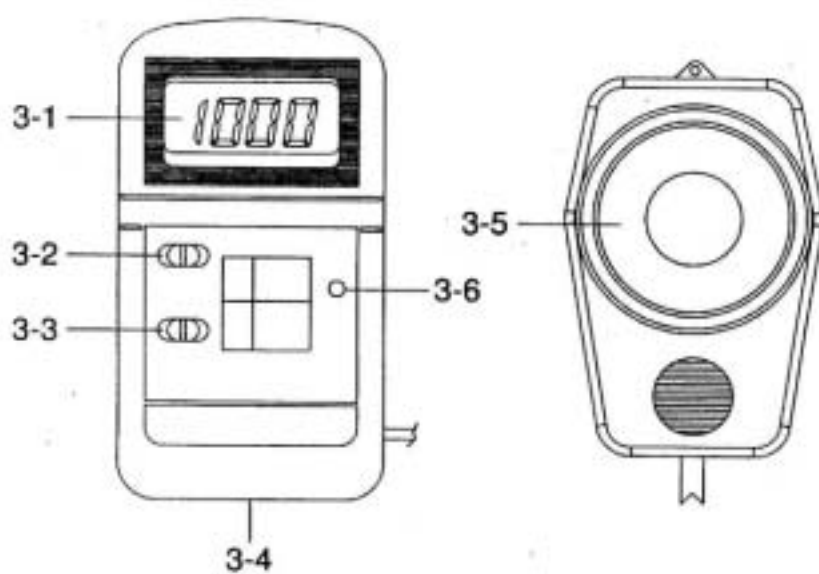

図1
- (1)「電源オン／オフスイッチ(図1、3-2)」をスライドしてオンの位置(1)に設定してください。
- (2)「レンジスイッチ(図1、3-3)」でAのレンジを選択してください。
- (3)「光センサープローブ(図1、3-5)」を持って、測定する光源に向けて合わせてください。表示部(図1、3-1)に測定値が表示されます。
Aのレンジを選択し「光センサー(図1、3-5)」の感光面を遮蔽します。フロントパネル上のゼロ調整VR(図1、3-6)を、表示値がゼロを示すように精密スクリュードライバーを使用して調整してください。
- (2) 電池カバー(図1、3-4)をスライドして外し電池を取り出します。
- (3) 新しい電池(9V、006Pタイプ)と交換し、カバーを元に戻します。